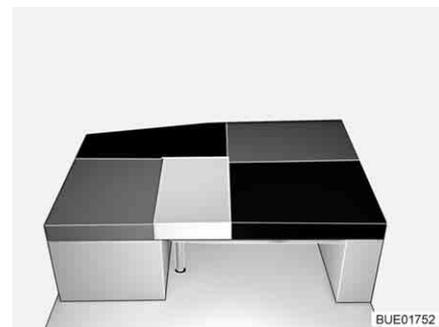

Fig. 129 Después de la transformación
- Colocar el cojín del respaldo del asiento lateral / banco lateral en la mesa (entre el cojín del asiento del asiento lateral / banco lateral y el cojín adicional, véase Fig. 129).